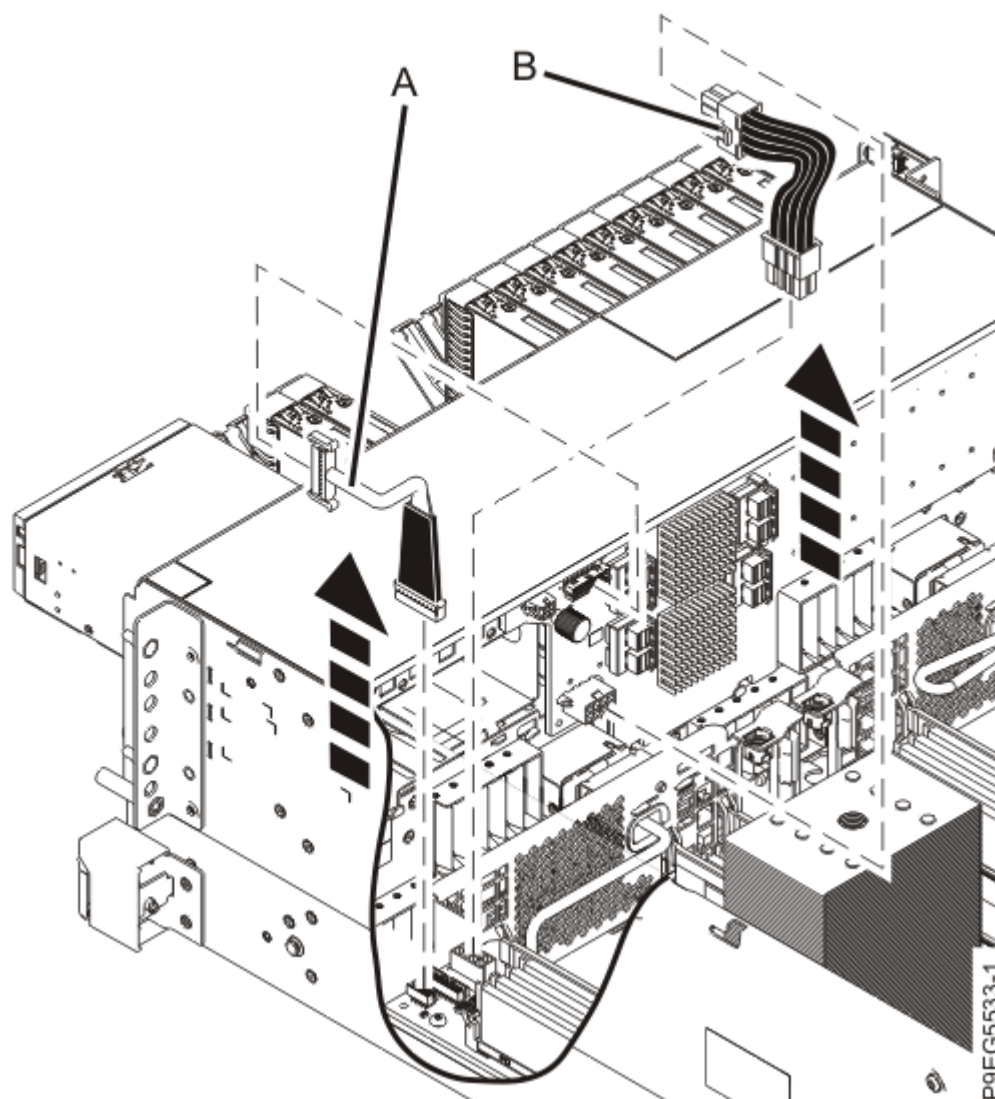

図 94. 信号ケーブルおよび電源ケーブルの切り離し
3. 電源ケーブル **(B)** にラベルを付けて、ディスク・ドライブ・バックプレーンから切り離します (108 ページの図 94 を参照)。